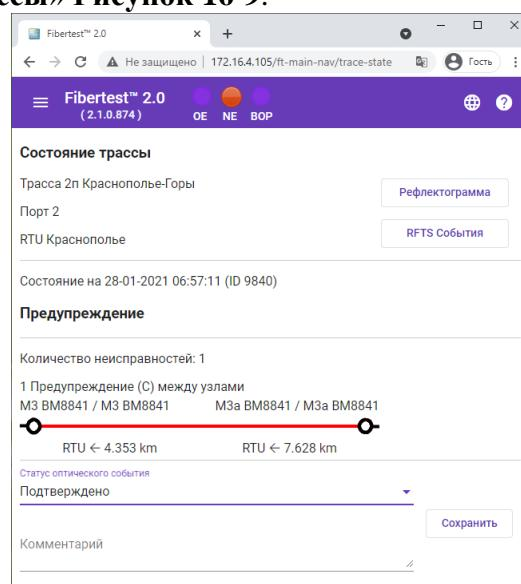

Рисунок 16-9. Состояние трассы
- 1.2.4. При выборе «Состояние трассы/Статус события» идет переход в окно «Состояние трассы» **Рисунок 16-9**.